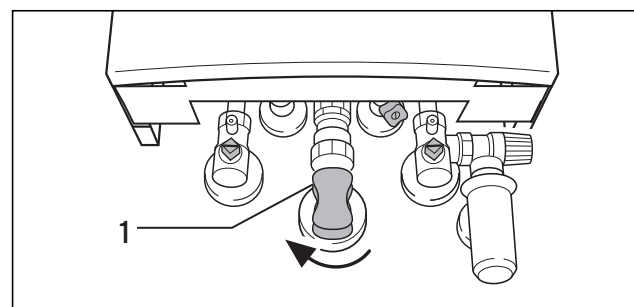

Fig. 2.1 Lukke gassavstengingskranen
- Lukk gassavstengingskranen (1) på apparatet (fig. 2.1) og hovedstengekranen